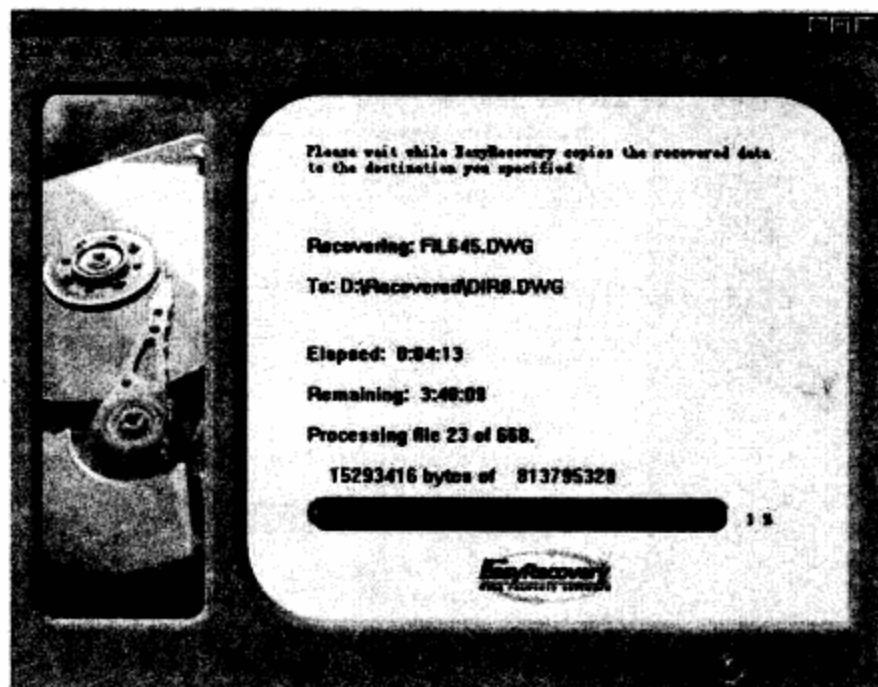

图12-10 正在恢复一个指定的文件
**步骤 03** 单击Yes按钮并选中一个目录保存即可。图12-10是正在恢复一个指定的文件到D:\Recovered目录中去。